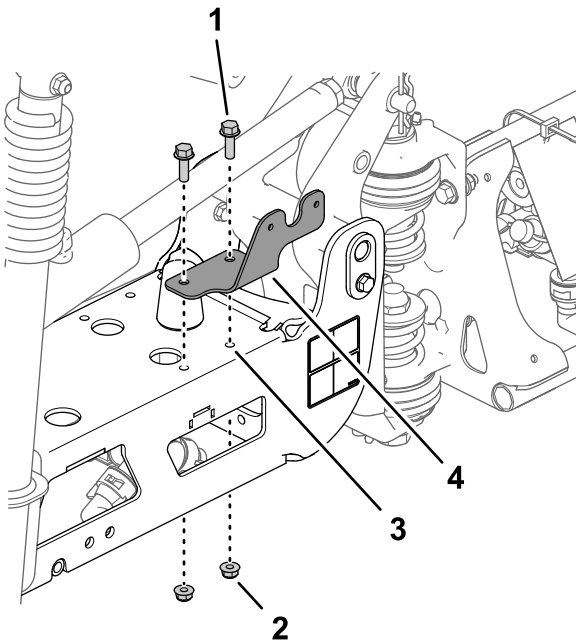

Figure 56
1. Alignez les trous dans le support de feu arrière et les 2 trous de 8 mm du cadre en treillis de la section de pulvérisation centrale (Figure 56).
2. Fixez le support de feu arrière au cadre en treillis (Figure 56) à l'aide de 2 boulons à embase (5/16" x 3/4") et de 2 contre-écrous à embase (5/16").